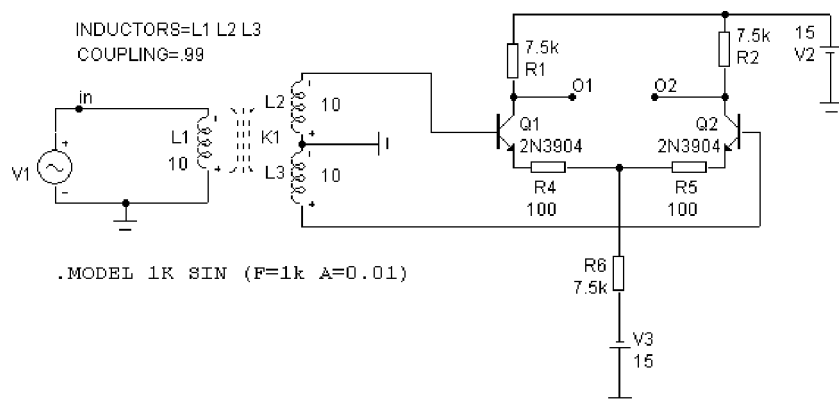

Рис. 2. Схема с противофазной подачей сигнала на вход дифференциального усилителя
1. Набрать схему, представленную на рис. 2 и провести её временной и частотный анализ.
2. Переделать схему, представленную на рис. 2, для подачи синфазного сигнала на вход дифференциального усилителя (изменив полярность включения L3). Провести временной анализ схемы. Сравнить полученные результаты с результатами предыдущего пункта и сделать выводы.
6. Заменить в схеме рис.2 резистор R6 и источник